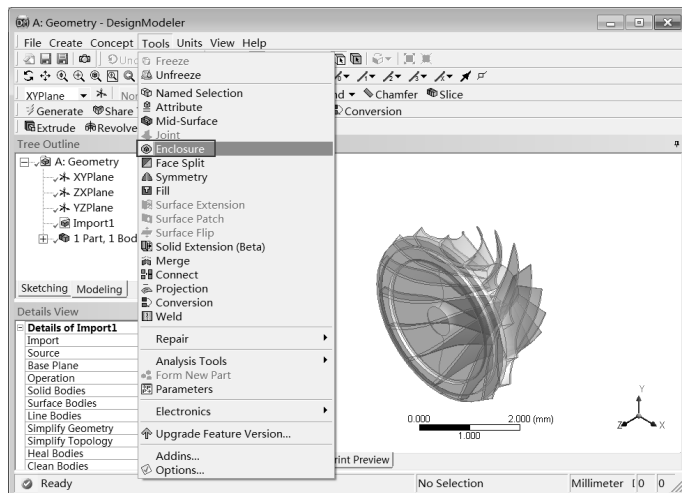

图 17-45 Enclosure 命令
Step1：选择 Tools Enclosure（包围）命令，如图 17-45 所示。